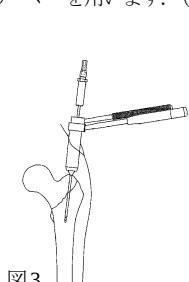
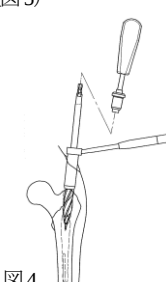

図3
図4
- プロキシマルリーマーを使用する場合は、スキンプロテクターにガイドピンスリーブを組み付け、3.2 ガイドピンの刺入後（図3）、リーマー後端にグリップハンドルを接続し、リーミングします。（図4）大転子の骨折部付近にネイル挿入口を作成する場合には、クラウンリーマーを用います。（図5）